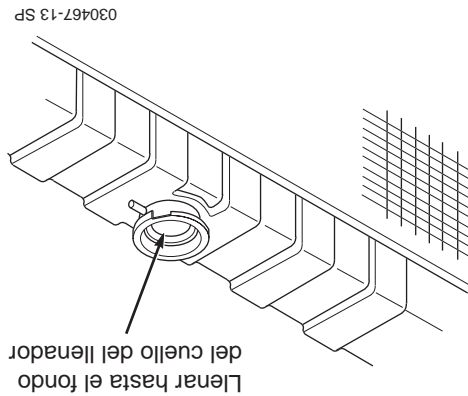

Figura 7-10 Nivel del refrigerante
2. Revise visualmente el nivel del refrigerante. El nivel de refrigerante debe llegar hasta el fondo del orificio de relleno, como se muestra en la Figura 7-10.